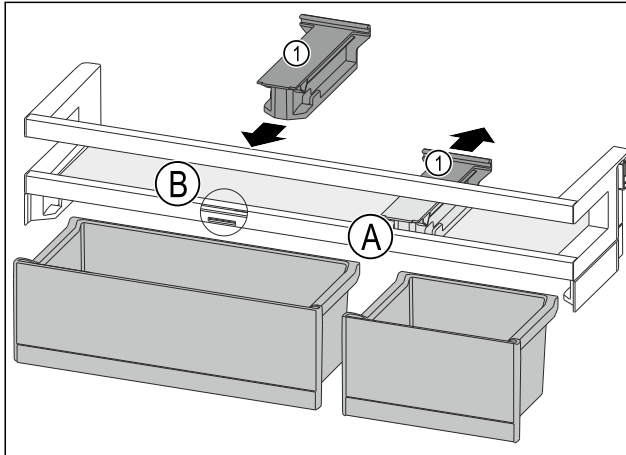

Fig. 189
- ▶ Снимите крепление Fig. 189 (1) в позиции Fig. 189 (A), отодвинув его назад.
- ▶ Установите крепление Fig. 189 (1) в позиции Fig. 189 (B).